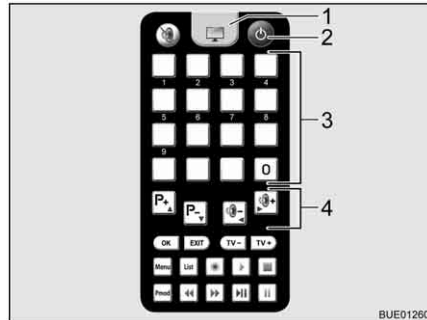

Bild 25 Fjärrstyrning TV-apparat
- Tryck på knappen "☉" (Bild 25,2) på fjärrstyrningen till TV-apparaten. Systemet växlar till sökläge. En konstant signal ljuder.
- Tryck på TV-knappen (Bild 25,1) på fjärrstyrningen till TV-apparaten för att koppla om till TV-mottagning. Signalen tystnar. En bild visas på skärmen.
- Ställ in den önskade sändaren via lagringsknapparna (Bild 25,3) eller funktionsknapparna (Bild 25,4) på fjärrstyrningen till TV-apparaten.